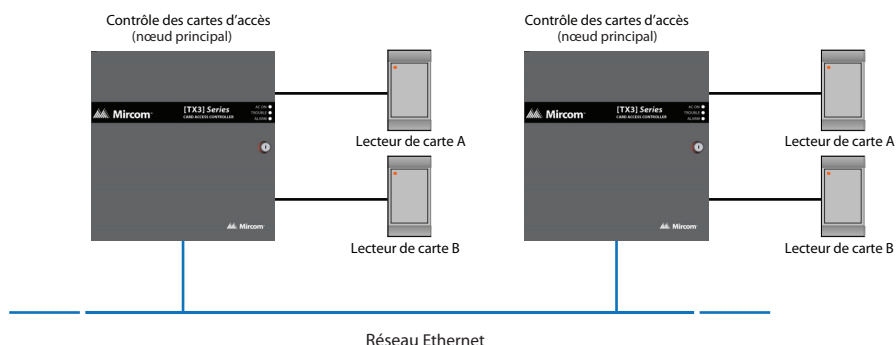

Figure 3. Système d'accès par cartes utilisant un réseau Ethernet TCP/IP. Les contrôles connectés à un réseau Ethernet sont des nœuds principaux
- Figure 3. Système d'accès par cartes utilisant un réseau Ethernet
La figure 3 montre une configuration avec les dispositifs TX3 connectés à un réseau Ethernet TCP/IP. Cette configuration élimine la limite de 63 dispositifs que vous avez sur un réseau RS-485. Les dispositifs connectés à un réseau Ethernet TCP/IP s'appellent des nœuds principaux. Lorsque vous établissez une connexion à un réseau TCP/IP avec l'outil de configuration TX3, vous pouvez vous connecter à tout nœud principal sur le réseau Ethernet TCP/IP et le